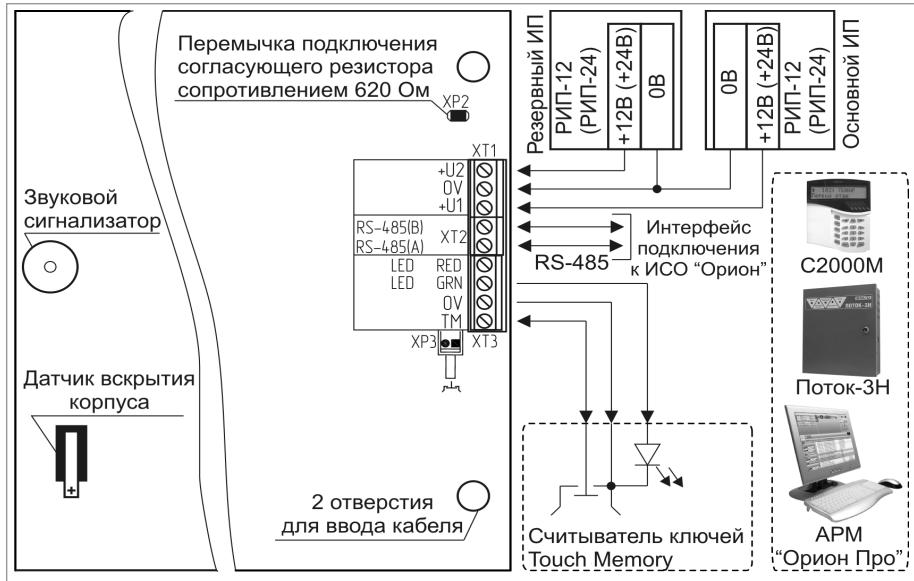

Рисунок 8. Схема внешних соединений блока «Поток-БКИ»
- Подключение соединительных линий выполняйте в соответствии с проектной документацией и схемой на рис. 8.
- Подключите к клеммам «RS-485 (A)» и «RS-485 (B)» линии интерфейса RS-485 в соответствии с рекомендациями параграфа «Подключение линий интерфейса RS 485» (стр. 36).